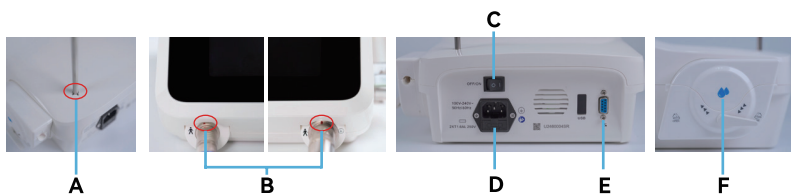

Fig.3
⚠ Peligro: No instale el aparato sobre o cerca de fuentes de calor. Instálalo donde haya una circulación adecuada de aire a su alrededor. Deje suficiente espacio libre a su alrededor, en particular con referencia al ventilador de la parte trasera. (Fig.3)
6.3.2 Introduzca el gancho en los orificios previstos para ello (Fig.3- Ref.A);
6.3.3 Conecte el mando de pedal a la fundición del aparato introduciendo la clavija en la toma del mando de pedal (Fig.3-Ref.E);
6.3.4 Enchufe el cable de alimentación en el conector situado en la fundición del aparato (Fig.3- Ref.D) y, a continuación, en la toma de corriente;
6.3.5 Inserte el enchufe de la línea de cola de la pieza de mano en el conector del cable del aparato; (Fig.3-Ref.B);
6.3.10 Una vez instalados todos los accesorios, encienda el interruptor de encendido (Fig.3-Ref.C), entonces podremos utilizar el aparato.